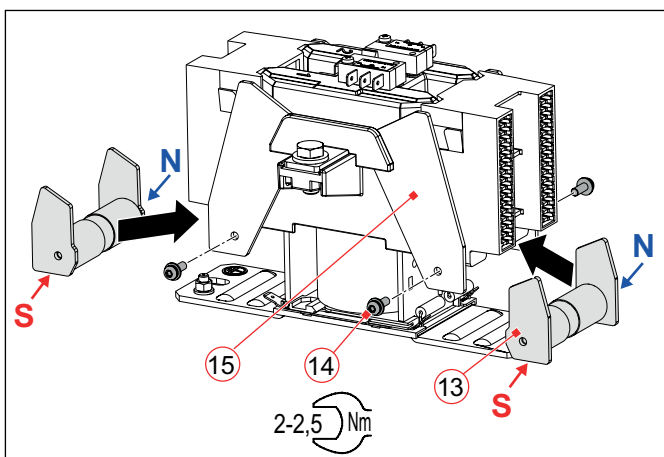

Abb. 40: C195 X/: Polpakete montieren
▶ Vor der Montage der Polpakete (13) die zuvor markierte, korrekte Ausrichtung der Magnetpole überprüfen, siehe *Abb. 40*.
▶ Die beiden Polpakete (13) nacheinander in die Polplatten (15) einsetzen und mit den 4 Schrauben (14) seitlich an den beiden Polplatten (15) anschrauben.
▶ Die 4 Schrauben (14) mit einem Drehmoment von 2-2,5 Nm festziehen.